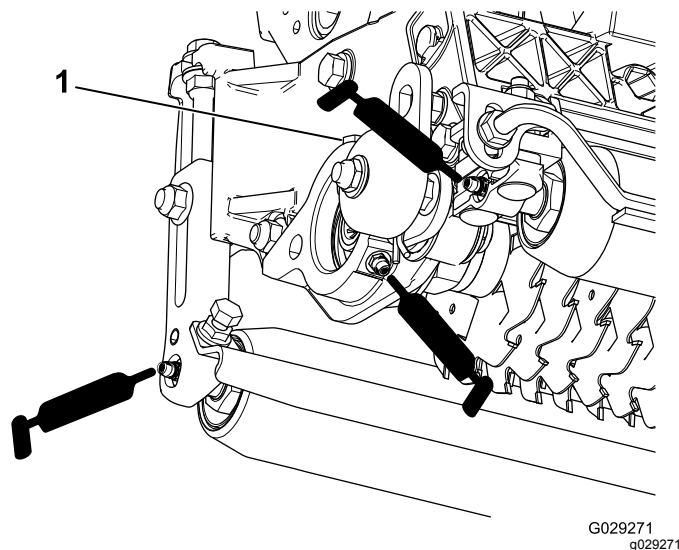

图 13
每个切根刀带有 5 个黄油嘴图 13 必须每周使用 2 号锂基润滑脂润滑。
2. 涂抹润滑脂直至滚筒密封件和轴承泄压阀外面看到干净的润滑脂图 13。